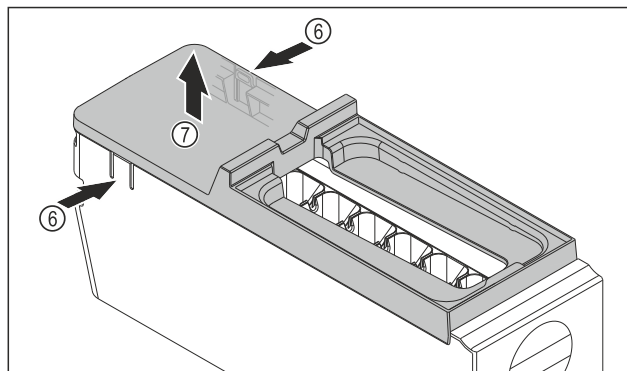

Fig. 83
- ▶ Odstráňte kryt korpusu EasyTwist-Ice: strmene Fig. 83 (6) na oboch stranách korpusu EasyTwist-Ice zatlačte rukou.
- ▶ Kryt Fig. 83 (7) odoberte druhou rukou smerom nahor.